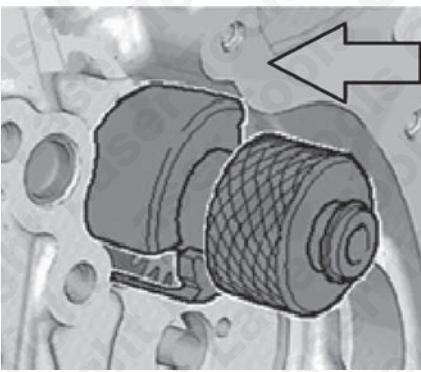

Fig. 4
- Certificar-se de que as molas do anel das 2 metades do vaso estão no devido lugar antes de continuar – consultar a Fig. 4.